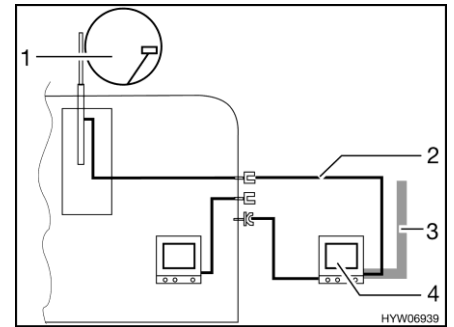

Bild 132 TV im Vorzelt
- TV im Vorzelt (Bild 132,4): Anschluss an Dachantenne (Bild 132,1) mit Verbindungskabel (Bild 132,2)
- TV im Vorzelt (Bild 132,4): Anschluss an externe Antenne (Bild 132,3)